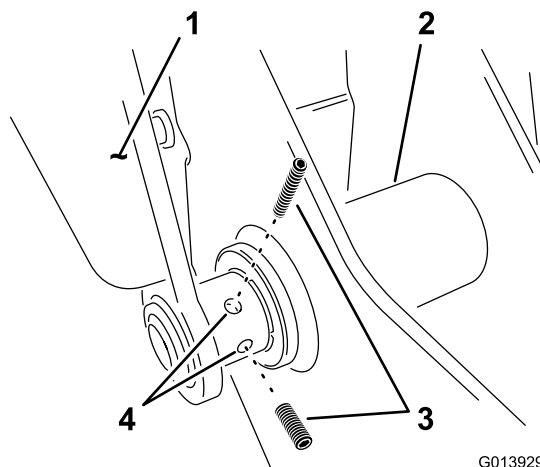

Рисунок 6
17. Установите зажимной винт в левый рычаг в нижней точке шарнира (Рисунок 6).